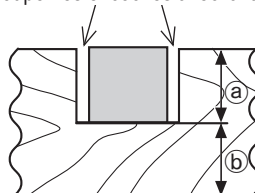

Fig. 44
Les encoches dans les pièces se découpent comme indiqué à la Fig. 44 en réglant le boulon de réglage de la profondeur de 6 mm.
- (2) Régler la profondeur de coupe voulue en réglant la distance entre la lame et la surface du plaque tournante (voir **ⓑ** à la Fig. 44).